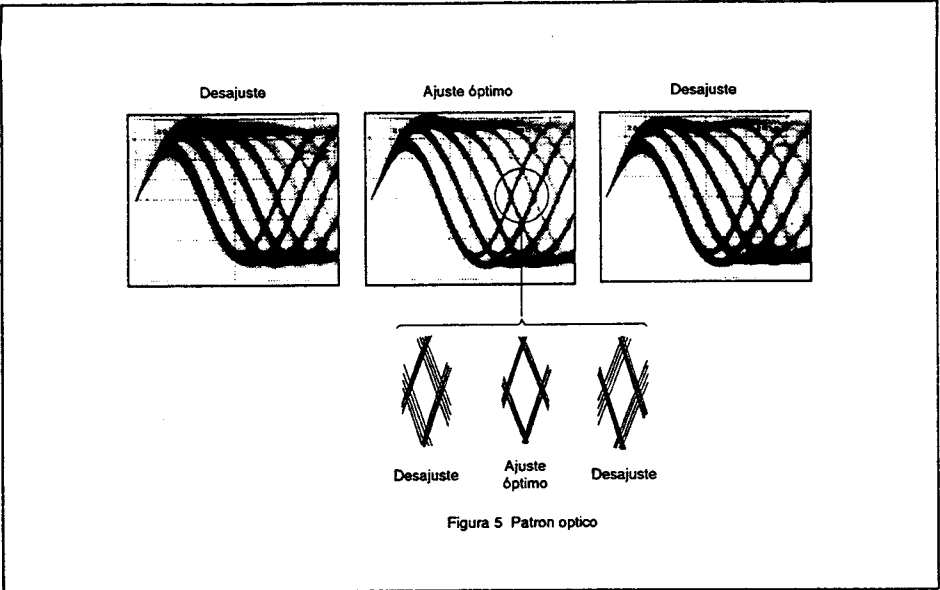

Figura 5 Patron optico
3. A continuación, gire el tornillo de ajuste de inclinación tangencial con un destornillador Phillips hasta que el patrón ocular (la forma de diamante del centro de la señal de RF) pueda verse con la mayor claridad (Figura 5).